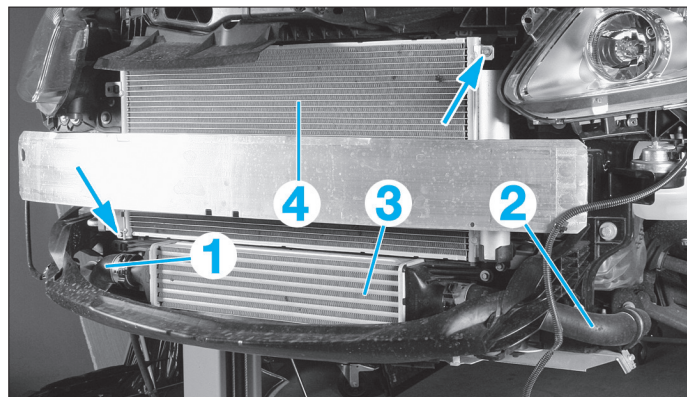

Fig. 27
- Déposer les deux durits (1) et (2) de suralimentation sur l'échangeur d'air (3) (Fig.27).
- **Pour les véhicules équipés de la climatisation**, déposer les deux vis (flèches) du condenseur (4) puis suspendre ce dernier sans ouvrir son circuit.